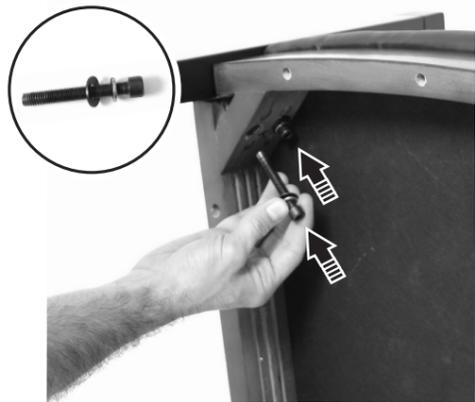

Figure 10
7. Loosely attach the right arm frame (D) to the seat frame (B) using two of the seat frame bolts (H), two of the split washers (J), and two flat washers (K), as shown in figure 10. **Do not tighten bolts at this time. The back frame bolt assembling the arm frame to the back frame must be inserted first.**
7. Fixer **sans serrer** le cadre d'accoudoir droit (D) au cadre d'assise (B) avec deux vis de cadre d'assise (H), deux rondelles fendues (J) et deux rondelles plates (K), comme illustré à la figure 10. **Ne pas serrer les vis à ce point. La vis qui fixe le cadre d'accoudoir au cadre de dossier doit être mise en place d'abord.**